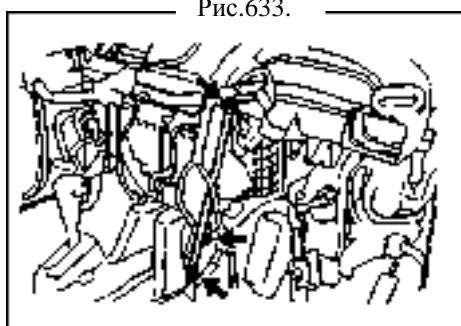

Рис.633.
39. Снимите нижнюю монтажную скобу рамы панели [68000074](рис.633).